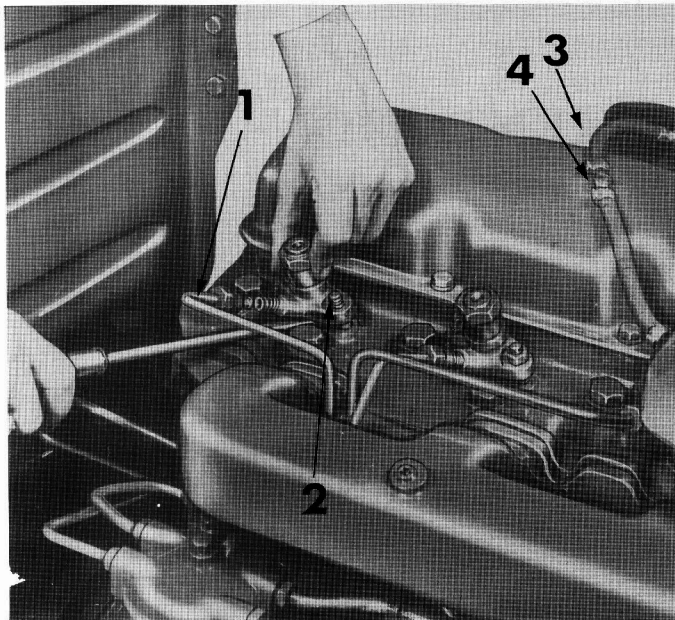

FIGURE 26 : Dépose d'un injecteur — 1 = Cana-
2. Débrancher la canalisation de retour de chaque injecteur (Figure 26) à la fois sur l'injecteur et sur la canalisation générale.